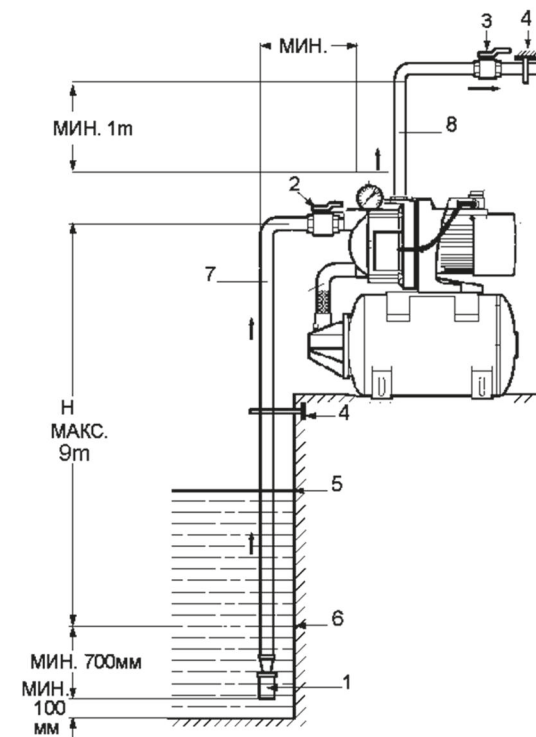

рис. 2
## Использование насосной станции в режиме всасывания при заборе воды из колодца или резервуара (рис. 2).
2. Закройте задвижку напорного трубопровода (рис.2-п.3).